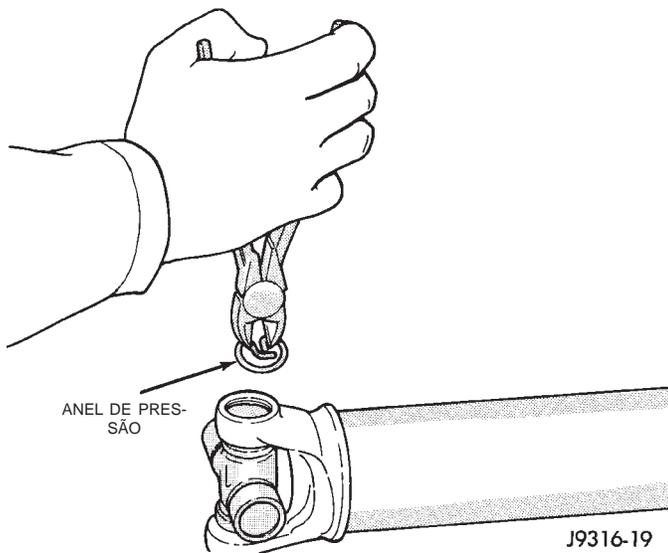

Fig. 14 Remoção do Anel de Pressão
(1) Remova a árvore de transmissão.
(2) Utilizando um mandril leve, bata levemente do lado de fora do conjunto da tampa do rolamento para afrouxar o anel de pressão.
(3) Remova os anéis de pressão dos lados da forquilha (Fig. 14).